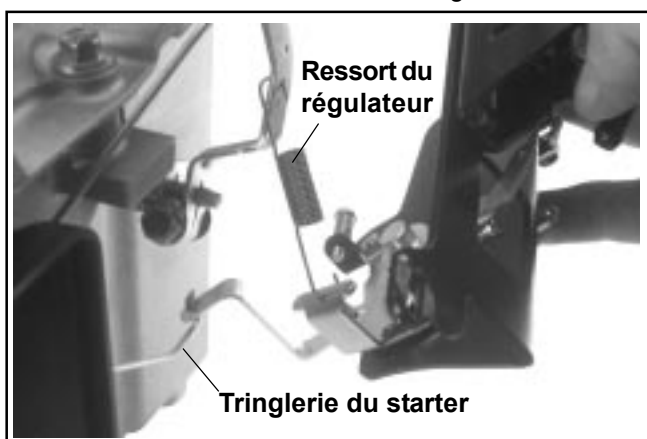

Figure 10-65. Connexion de la tringle du starter et du ressort du régulateur.
1. Attacher le ressort du régulateur au levier du régulateur et le levier de l'accélérateur à la plaque de commande de la vitesse en utilisant les trous d'origine. Si les trous n'ont pas été marqués lors du démontage, se reporter au tableau de la Section 5, Figure 5-23. Connecter la tringle du starter du carburateur au levier d'activation de la plaque de commande de la vitesse. Voir la Figure 10-65.